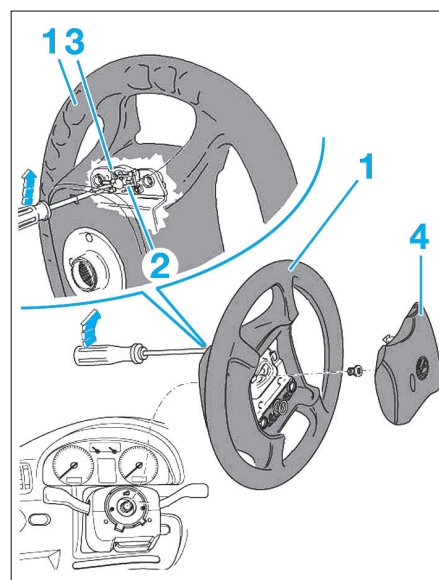

Fig. 1
- Tourner le volant de direction (1) jusqu'à ce que la branche soit à la verticale (Fig.1).
- Enfoncer le tournevis dans le sens de la flèche. L'agrafe (2) est alors repoussée et le crochet d'arrêt (3) de l'airbag déverrouillé.
- Amener le volant de direction (1) en position médiane (roues en ligne droite).